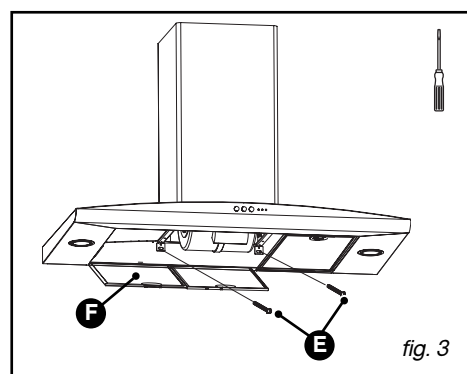

fig. 3
– Retire os filtros cassete (F/fig.3).
– Aperte os dois parafusos da parte de baixo (E/fig.3).
– Se possuir um tubo com 125 mm de diâmetro, utilize o adaptador fornecido (fig.3). Se o tubo exterior for inferior a 125 mm, é obrigatório ligar o exaustor em modo de reciclagem.